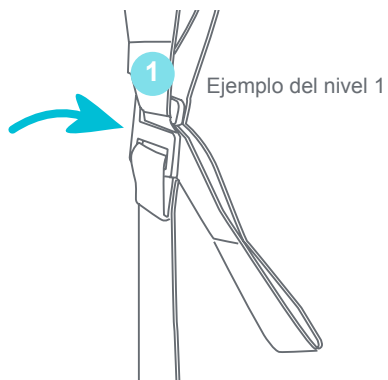

Fig. 3f
- Use el nivel 1 para colocar la plataforma en la posición más alta, el nivel 2 para la posición media y el nivel 3 para la más baja (Fig. 3f).